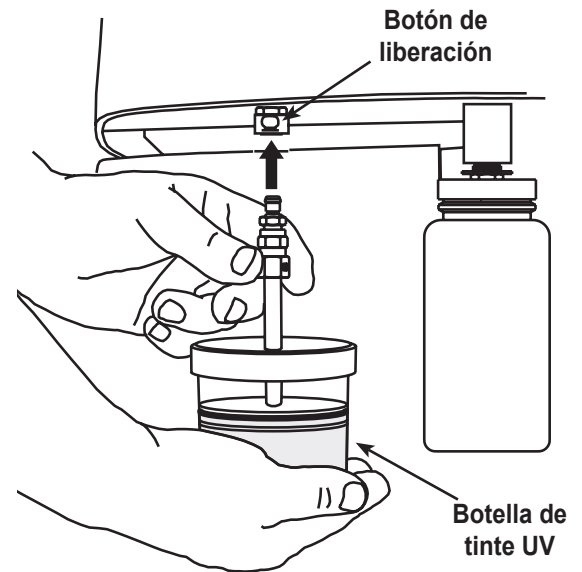

Figura 2
6. Consulte la Figura 2. Sostenga el ensamble por el conector mientras brinda apoyo a la parte inferior de la botella de plástico para mantener el pistón en contacto con el tinte UV. Trabe el conector en el acoplador en la unidad.